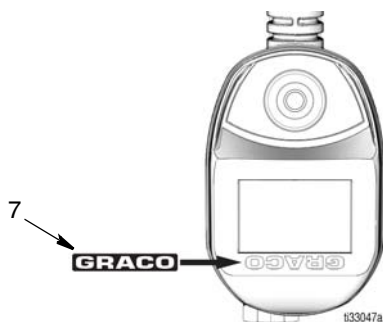

FIG. 4
4. Instale a etiqueta de identificação fornecida pela Graco (7) sobre a etiqueta de identificação GRACO existente na direção exibida em FIG. 4.